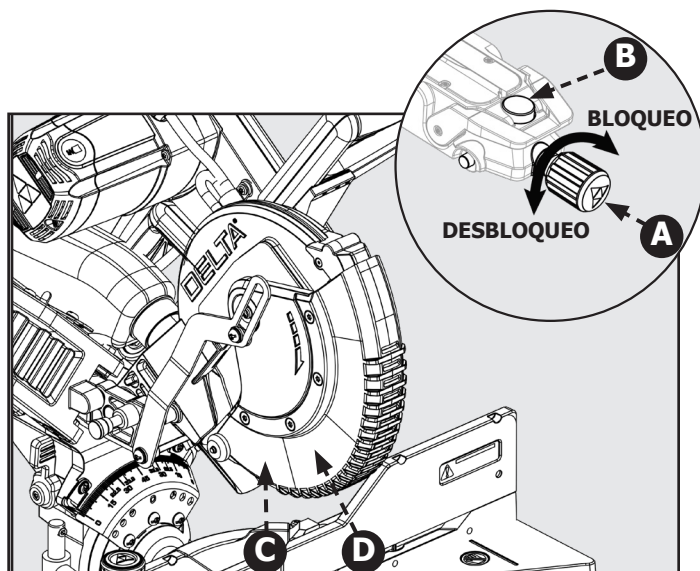

Figura 19
1. Consulte la Figura 19.
3. Afloje la perilla de bloqueo de inglete (A), utilice el dedo pulgar para empujar en el botón de bloqueo de freno de inglete (B) y establezca el ángulo del brazo de inglete en 0 grados. Utilice la regla (C) e indicador (D) de inglete para buscar la posición de inglete de 0 grados.
4. Suelte el botón de freno de inglete (B) y apriete la perilla de bloqueo de inglete (A). Compruebe que el cabezal de la sierra esté asegurado de forma correcta en su posición.